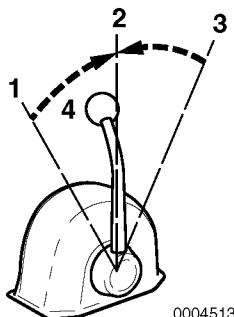

Figure 2
Utilisez la poignée d'accélération (Figure 2, (4)) pour contrôler l'accélération et la décélération. Déplacez la poignée lentement.
- Lorsque vous déplacez la poignée entre AVANT (Figure 2, (1 ou 3)) et ARRIÈRE (Figure 2, (3 ou 1)), amenez la poignée sur la position NEUTRE (Figure 2, (2)) et faites une pause avant de passer lentement sur la position désirée. Ne passez JAMAIS brusquement de AVANT à ARRIÈRE ou vice versa.